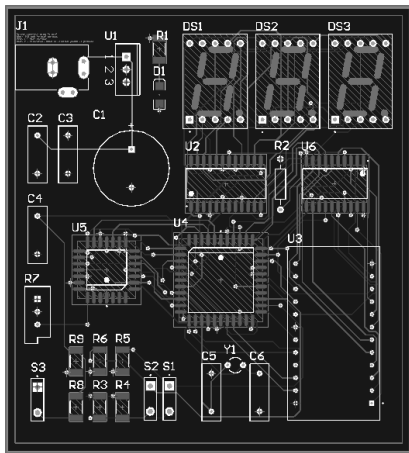

图 14-7 全局自动布线
(5) 自动完成电路板全局布线。首先删除已有布线，按下 U 键，然后按下 A 键，清除所有布线。执行菜单命令 Auto Route >> All，系统开始全局自动布线过程，Messages 面板显示布线过程，最终的布线结果如图 14-7 所示。